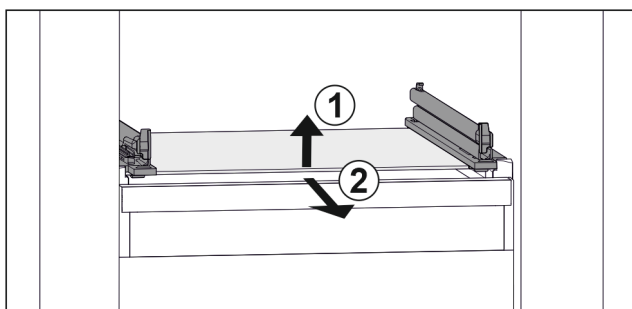

Fig. 72 Vejledende visning af glaspladen
- Løft glaspladen foran. Fig. 72 (1)
- Tag glaspladen ud fremefter. Fig. 72 (2)